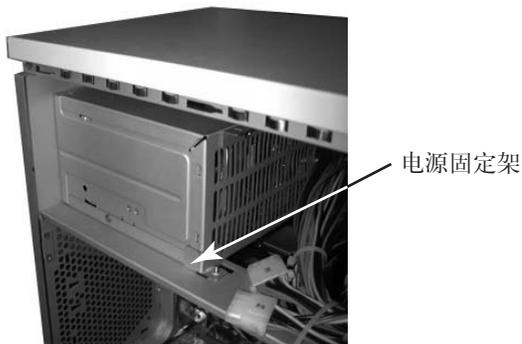

图 2-4 电源固定架安装图
- 3、拧下电源固定架上的螺丝，将其取下。见电源固定架安装图 2-4。
电源固定架（附件中）贴紧电源，固定在电源支架上（见电源固定架安装图2-4），上紧螺丝（1个，带垫片）。